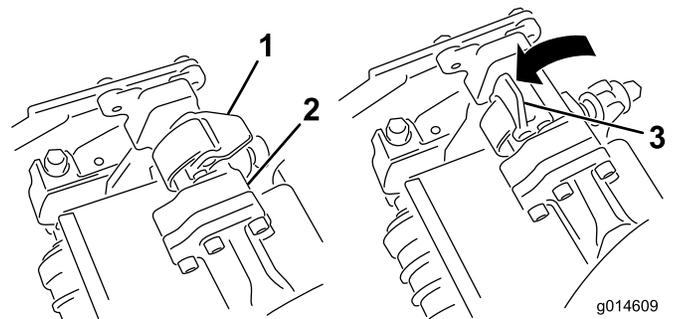

Figure 33
- Les verrous de la barre de bras de suspension étant orientés en haut (c.-à-d. ouverts) (Figure 33), poussez le bras de suspension vers le bas pour que la barre s'engage sur la barre transversale en haut du plateau de coupe (Figure 34).
5. Fermez les verrous autour de la barre du plateau de coupe et bloquez-les en place (Figure 33).
5. Ouvrez les verrous sur la barre du bras de suspension appartenant au plateau de coupe que vous voulez déposer (Figure 33).